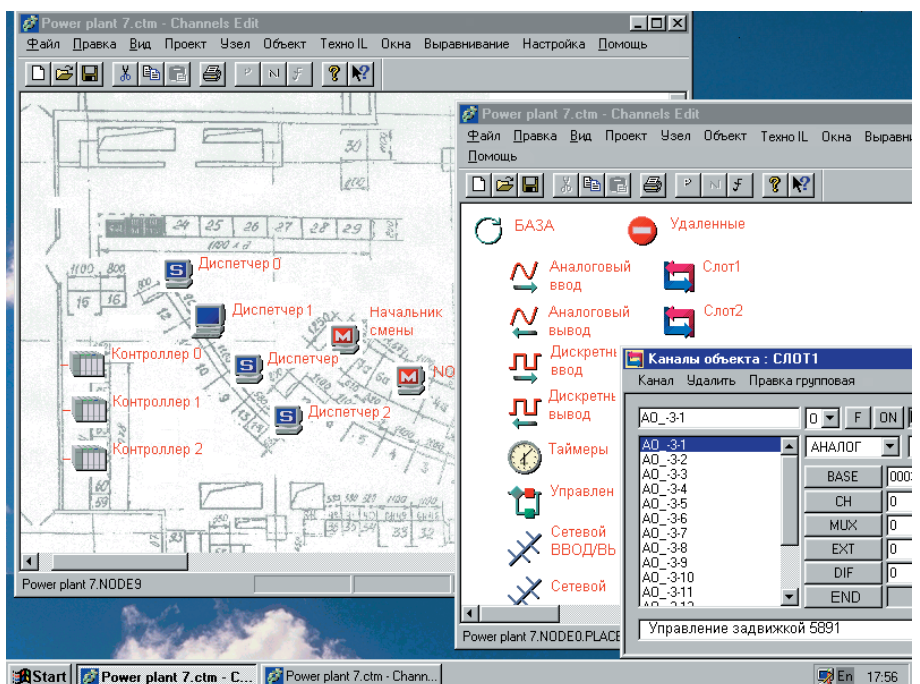

Рис. 2. TRACE MODE 5.0 позволяет разрабатывать распределенную АСУ ТП как единый проект, включая уровень контроллеров
1. Размещение в рабочем поле редактора базы каналов TRACE MODE 5 (например на плане объекта) значков (объектов) контроллеров и операторских ПК (рис. 2).